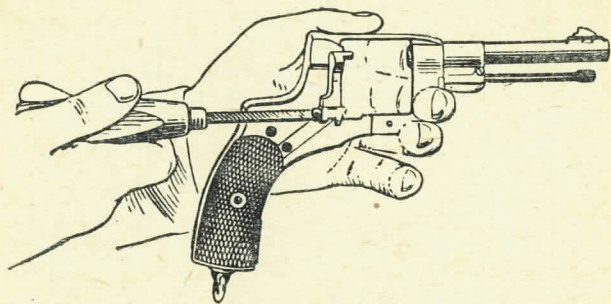

Рис. 40. Как отвинтить винт дверцы
15) **отделить дверцу и ее пружину**: отвинтить винт пружины дверцы; отвинтить и вынуть винт дверцы (рис. 40); вынуть дверцу и ее пружину;